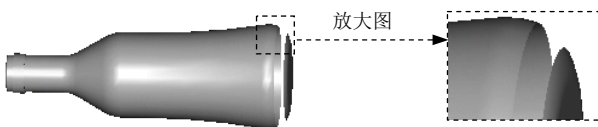

图 3.18.1 注意抽壳特征的顺序
Step2. 将底部圆角半径从 R5 改为 R15, 单击 **模型** 功能选项卡 **操作** ▾ 区域中的  按钮重新生成模型, 会看到瓶子的底部裂开一条缝, 如图 3.18.1 所示。显然这不符合设计意图, 之所以会产生这样的问题, 是因为圆角特征和抽壳特征的顺序安排不当, 解决办法是将圆角特征调整到抽壳特征的前面, 这种特征顺序的调整就是特征的重新排序 (Reorder)。